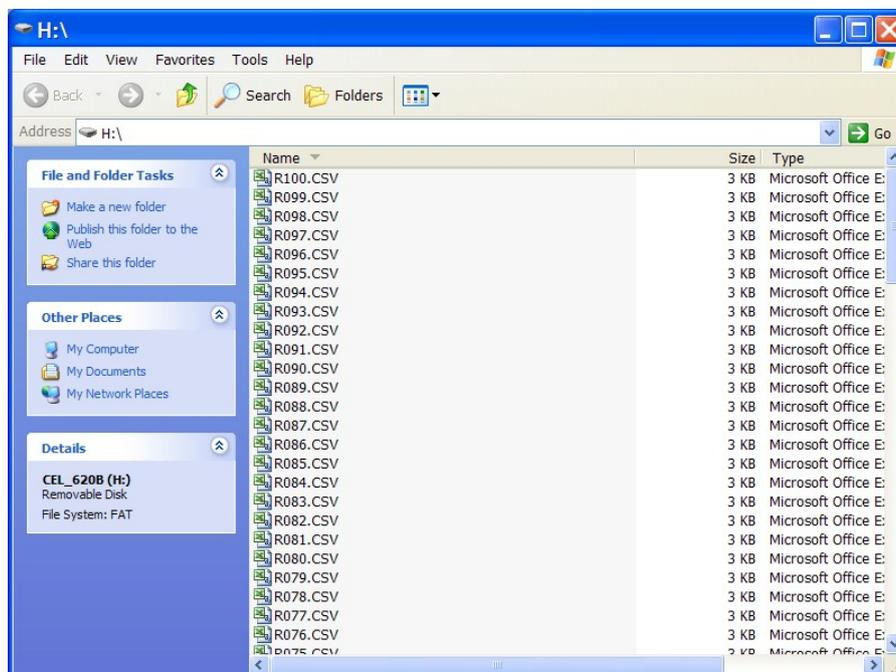

Figura 16 Arquivos de Dados de Medição
I. EXTRAÇÃO DOS DADOS (Consultar Figura 16)